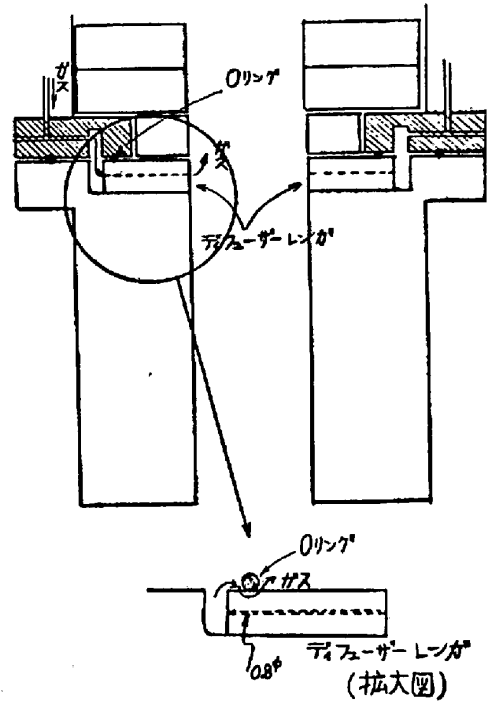

図1 還流ガス吹込みの機構
2.1 従来の下部槽の問題点 従来の下部槽では寿命短くなるると還流ガスが敷レンガの目地から出て、2本の還流管に囲まれた部分の敷レンガを浮上させてしまい、寿命となっていた。この還流ガスが敷レンガの目地から出るいわゆる「吹抜け」の機構は図1に示す通りであり、デューザーレンガの上面が粗いため、還流ガスが、ここから抜け出ているためであることが判明した。